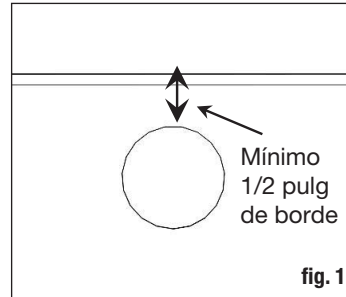

fig. 1
Paso 2: Diseñe la ubicación de las luces. Para evitar que se parta, no instale a menos de 1/2 pulg del borde de la luz y del borde de la tabla de la terraza (fig. 1).